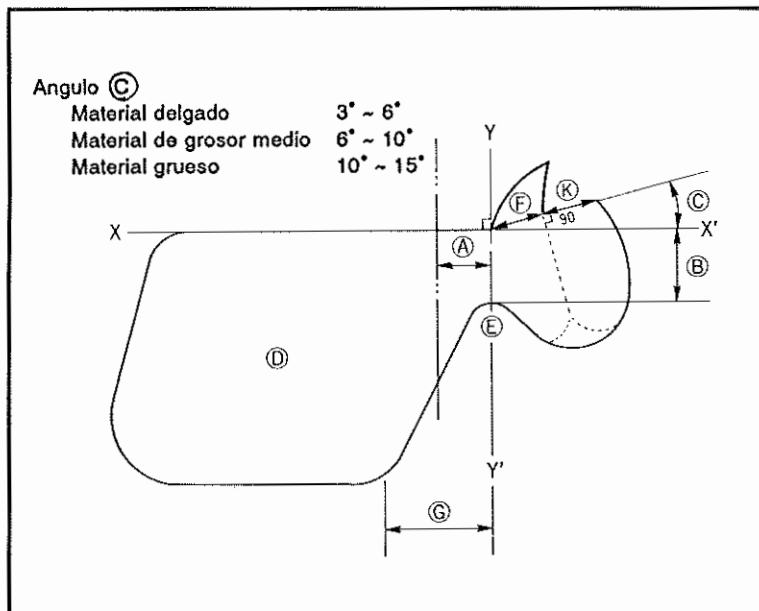

Fig. 14
② La configuración original del sobrecosedor expandido, en general es como se ilustra en la Fig. 14.